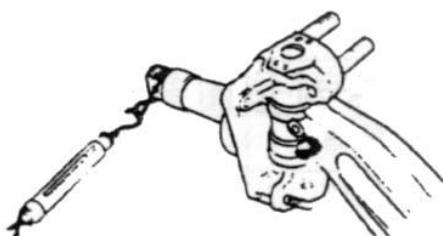

图 5-3
- (3) 在主销表面涂一层薄薄的润滑脂。
- (4) 将主销的锁销槽与前轴锁销孔对齐，插入主销，拧紧锁销螺母；
- (5) 测量转向节的启动力。启动力应小于 10N(图 5-3)。